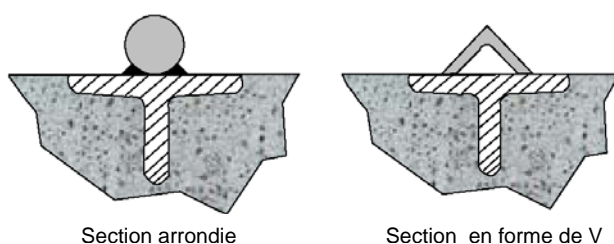

Fig. 1
GLISSIERES INFERIEURES : La glissière doit être rectiligne, parfaitement horizontale (mise à niveau) pour garantir la fluidité du portail. La forme de la section de la glissière peut-être arrondie ou en forme de V comme illustré à la figure 1.
- Préparer une dalle de béton et poser à l'aide d'une perceuse les chevilles d'ancrage et fixer l'embase, qui doit être de niveau et propre. Respecter l'axe entre le bord de la plaque et la crémaillère **B**. Faire passer les gaines des câbles par les trous **A** dans la plaque (voir la **figure 1**).